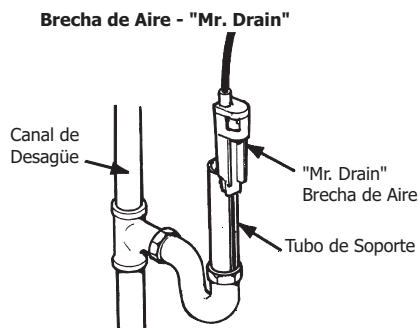

Figura 5
- Corra la línea de desague a la abertura de aire la cual debe ser instalada entre el final de la línea de desague y el desague para prevenir (ver figura 5).